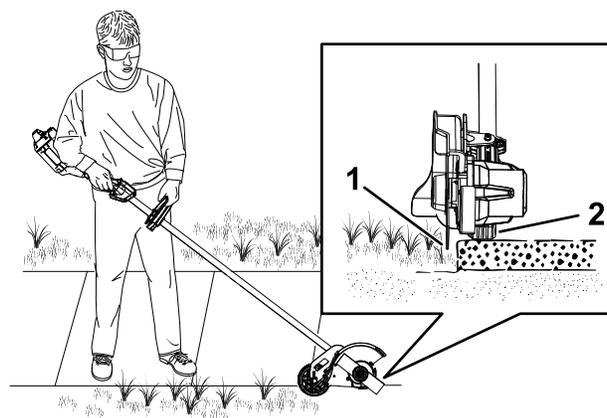

Figure 12
- Retirez les 2 vis qui fixent le patin de protection sur le coupe-bordures (Figure 12).